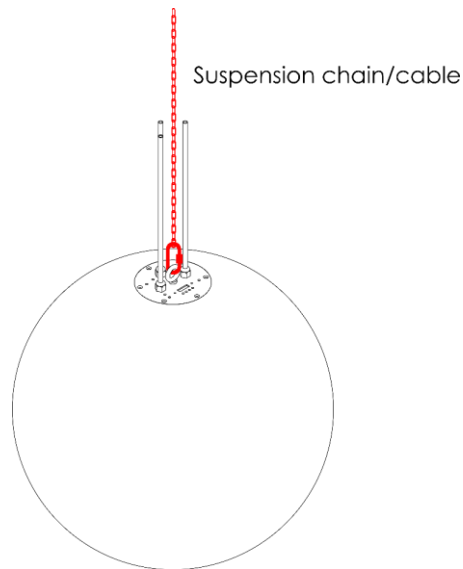

Fig. 05
Usare una catena o un cavo di sospensione adatto per appendere il dispositivo. Assicurarsi che il cavo/catena di sospensione possa sostenere 10 volte il peso del dispositivo Illumisphere 50. Fissare la catena/cavo di sospensione all'**occhiello di sospensione del cavo (08)**, vedere Fig. 05.